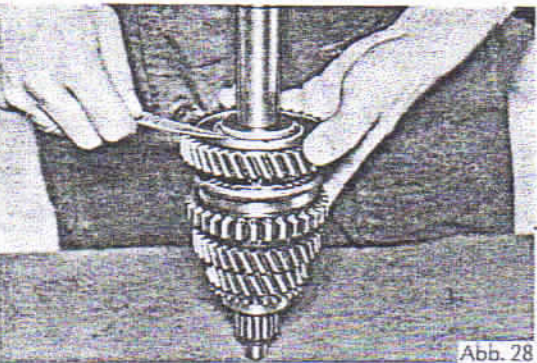

Abb. 28
13. Anlaufscheibe für Schraubenrad des 1. Ganges mit der Fase nach oben auf die Hauptwelle aufpressen (passendes Rohrstück verwenden). Spiel zwischen Anlaufscheibe und Schraubenrad für 1. Gang messen (0,10 bis 0,15 mm) (Abb. 28). Liegt das Spiel außerhalb der vorgeschriebenen Toleranz, muß die Anlaufscheibe ausgewechselt werden.